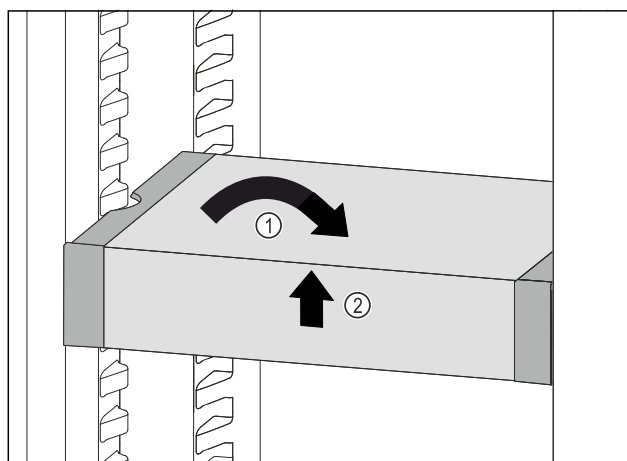

Fig. 192
- ▶ VarioSafe postavte rovně. Fig. 192 (1)
- ▶ VarioSafe vpředu zvedněte. Fig. 192 (2)